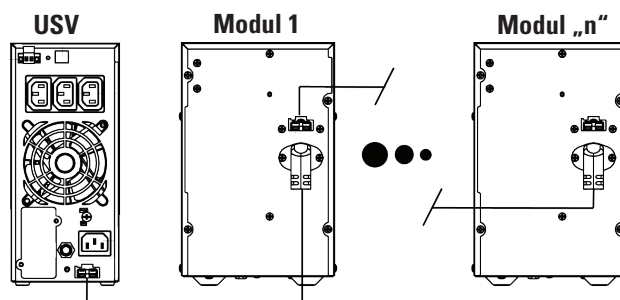

Abb. 11. Anschluss zwischen dem Gerät und „n“ Batteriemodul.
- Für den Anschluss des Geräts mit dem Batteriemodul den mit dem Batteriemodul mitgelieferten Schlauch verwenden und ihn über die Anschlüsse an beiden Anlagen anschließen. Wenn mehr als ein Batteriemodul für dasselbe Gerät geliefert wird, erfolgt der Anschluss zwischen den Modulen über den mit dem zweiten Batteriemodul gelieferten Schlauch. In der Abb. 11 wird ein Beispiel für den Anschluss eines SLC-TWIN PRO2 B1 an „N“ Batteriemodulen dargestellt. Ungeachtet der Rückansicht des Modells, gilt dieses Beispiel für das gesamte in diesem Handbuch angegebene Produktsortiment. Die verfügbaren Module je nach Fall anschließen.